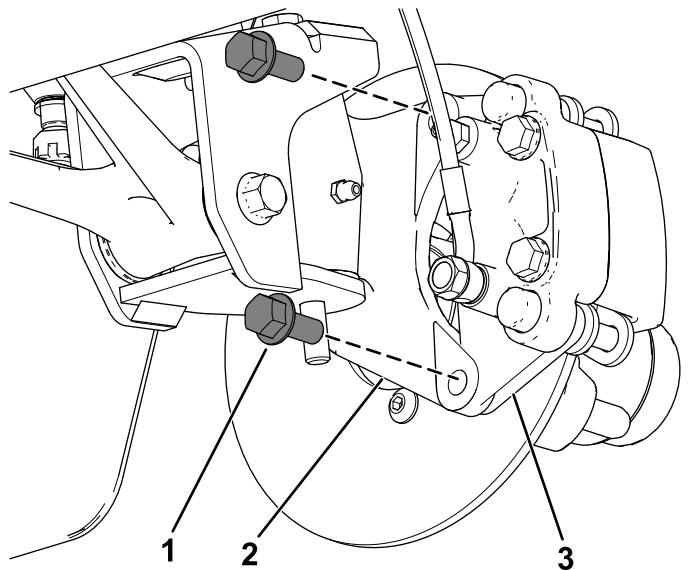
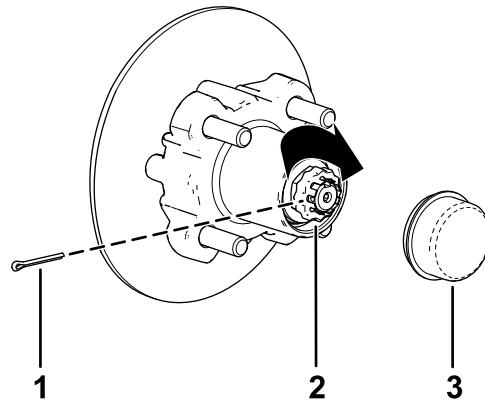

Bild 38
**Bild 42**
3. Entfernen Sie die Bundkopfschrauben (3/8" x 3/4"), mit denen die Halterung für die Bremse an der Spindel befestigt ist, und nehmen die Bremse von der Spindel ab (Bild 38).
1. Fetten Sie die Spindel leicht mit der angegebenen Fettsorte ein (Bild 42).
2. Montieren Sie die Radnabe und den Drehzylinder an der Spindel mit dem Drehzylinder innen (Bild 42).
3. Montieren Sie das Au&enlager an der Spindel und setzen das Lager auf den &au&tenen Lagerring (Bild 42).
4. Legen Sie die Nasenscheibe auf die Spindel (Bild 42).
5. Schrauben Sie die Spindelmutter auf die Spindel und ziehen Sie die Mutter auf ein Drehmoment von 15 N·m an, w&hrend Sie die Radnabe drehen um das Lager zu fixieren (Bild 42).
2. Fluchten Sie die Bremsbeläge mit jeder Seite des Drehzylinders (Bild 38) und die L&cher in der Bremsbackenhalterung mit den L&chern im Bremsenhalter des Spindelrahmens aus (Bild 42).
3. Befestigen Sie den Bremsbackenhalterung mit den beiden Bundkopfschrauben ( $\frac{3}{8}$ " x  $\frac{3}{4}$ ") am Spindelrahmen (Bild 38).